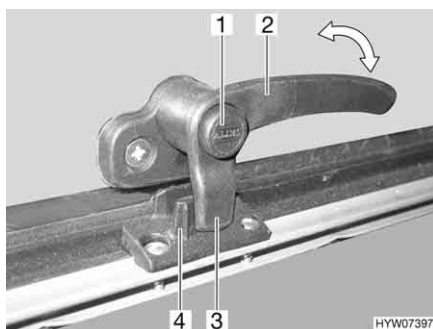
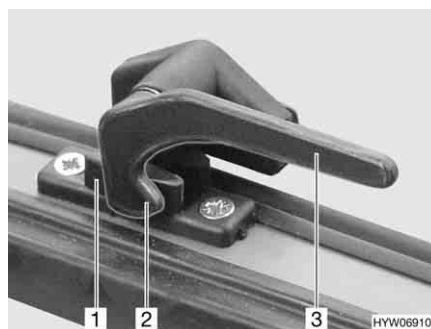

Fig. 92 Levier de verrouillage avec bouton de sécurité en position "Fermé"
Fig. 93 Levier de verrouillage en position "Fermé"
- S'il existe, appuyer sur le bouton de sécurité (Fig. 92,1) et le maintenir enfoncé.
- Tourner le levier de verrouillage (Fig. 92,2 ou Fig. 93,3) d'un quart de tour vers le centre de la fenêtre.
- Tourner le levier de verrouillage (Fig. 92,2 ou Fig. 93,3) d'un quart de tour vers le cadre de la fenêtre. Le tenon de verrouillage (Fig. 92,3 ou Fig. 93,2) du levier de verrouillage repose complètement sur le côté intérieur du verrouillage de fenêtre (Fig. 92,4 ou Fig. 93,1).
- En position "Fermé" (Fig. 92 et Fig. 93)